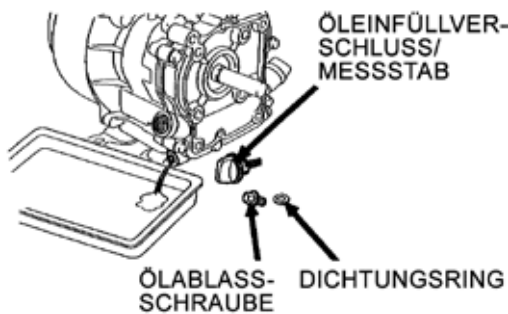

Abbildung 43. Fließendes Motoröl
1. Lassen Sie das Motoröl heraus, wenn das Öl warm ist, wie in Abbildung 43 zu sehen.